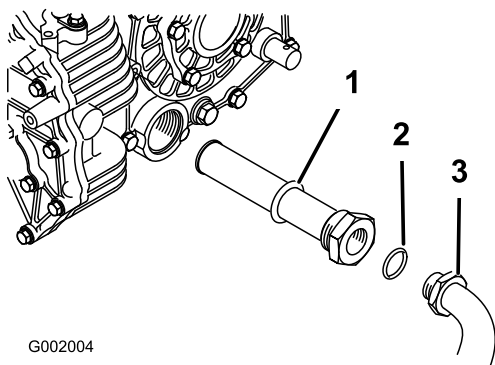

Figura 54
5. Togliete il flessibile idraulico ed il connettore a 90° (Figura 54).